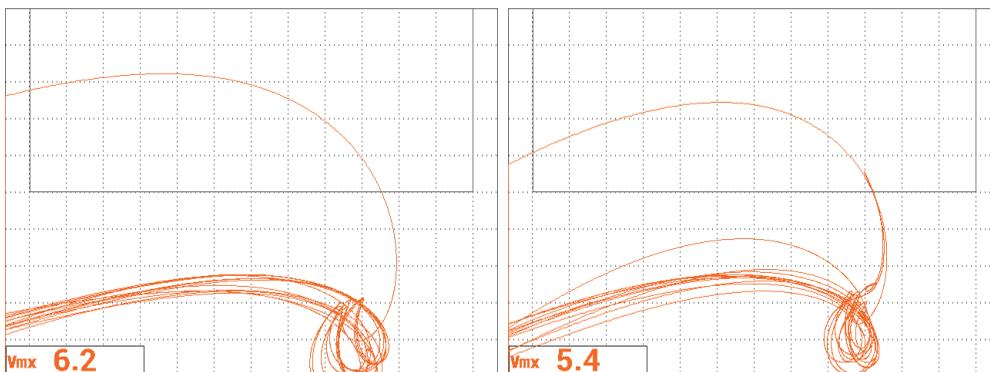

Рис. 5-133 Результаты сканирования обоих рядов креплений
36. Установите преобразователь в положение 1, выполните последнее контрольное сканирование обоих рядов креплений (см. Рис. 5-133 на стр. 234).